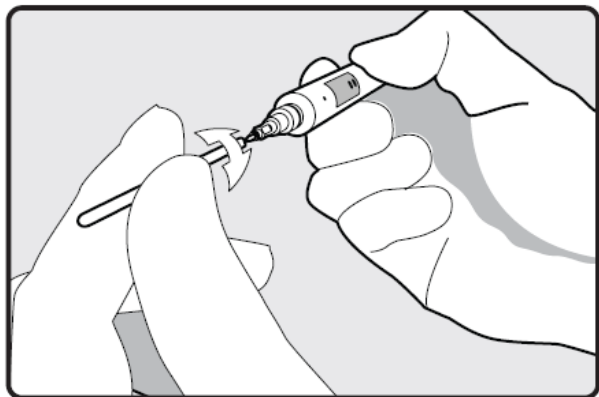

Figure 12 : Nettoyage de la lumière
- En utilisant uniquement le tampon de nettoyage optique approuvé par le fabricant, tremper le tampon dans le liquide prêt à usage CaviCide^{MD}. Le tampon doit être humide sans égouttement d'excès de liquide. Repérer le tube creux et la lumière à l'extrémité distale (patient) de l'insert laser; ce tube contient une lentille scellée dans l'ensemble. Insérer le tampon de nettoyage directement dans la lumière jusqu'à ce qu'il touche à la lentille, et faire tourner le tampon pour couvrir toute la surface de la lentille et de la lumière de la manière illustrée dans la Figure 12. Laisser les surfaces demeurer visiblement mouillées pendant au moins 3 minutes. Jeter le tampon.
- Tremper un tampon propre de nettoyage optique dans de l'alcool isopropylique 70 %. Le tampon doit être humide sans égouttement d'excès de liquide. Insérer le tampon dans la lumière et faire tourner pour couvrir toute la surface de la lentille et de la lumière comme illustrée dans la Figure 12.
- Utiliser un tampon propre et sec de nettoyage optique pour essuyer le liquide couvrant la lentille et la lumière. Insérer le tampon dans la lumière et faire tourner de la manière illustrée dans la Figure 12.